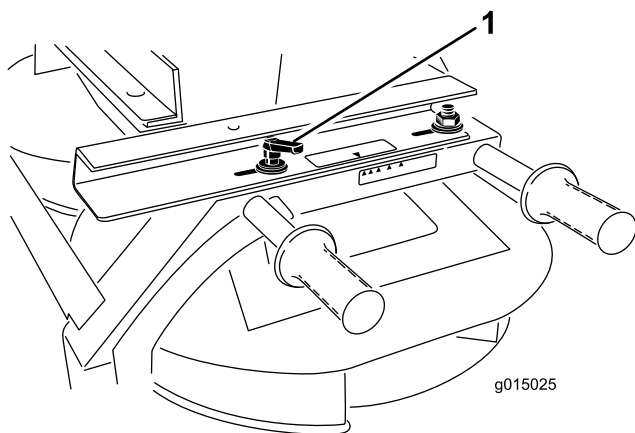

Figura 43
1. Desaperte a pega em cada lado do rotor duplo (Figura 43).